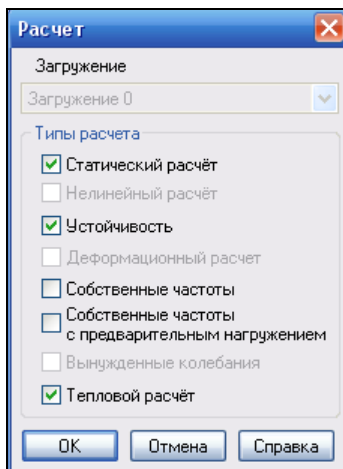

Рис. 10.26. Диалоговое окно **Расчет**
- ◆ далее нажмите кнопку **Расчет**  на панели **Разбиение и расчет**. Система выведет окно **Расчет** (рис. 10.26), в котором вы должны указать виды расчета, установив флажок в окно. Устанавливаем следующие виды расчета: